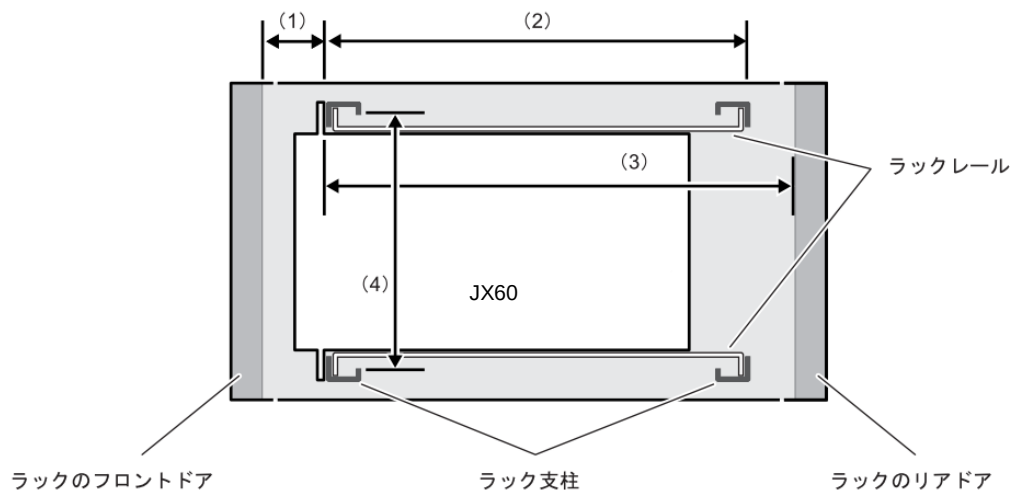

図 3.1 ユニット取り付けエリア
- ◇ 図 3.1 に示すエリア寸法が、表 3.1 に示す条件を満たしていること